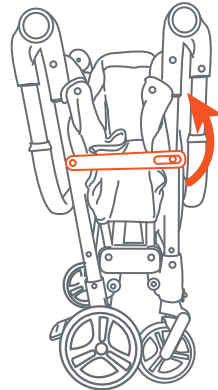
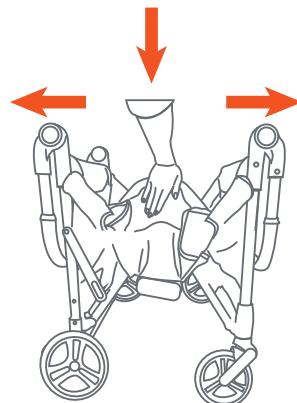

Fig. 19a
Fig. 19b
- 19)** • Release the fold latch (Fig. 19a). Unfold the wagon by pushing the middle of the frame down until there is a click (Fig. 19b).
- Suelte el pestillo de pliegue (Fig. 19a). Despliegue el vagón empujando el centro del marco hacia abajo hasta que escuche un clic (Fig. 19b).